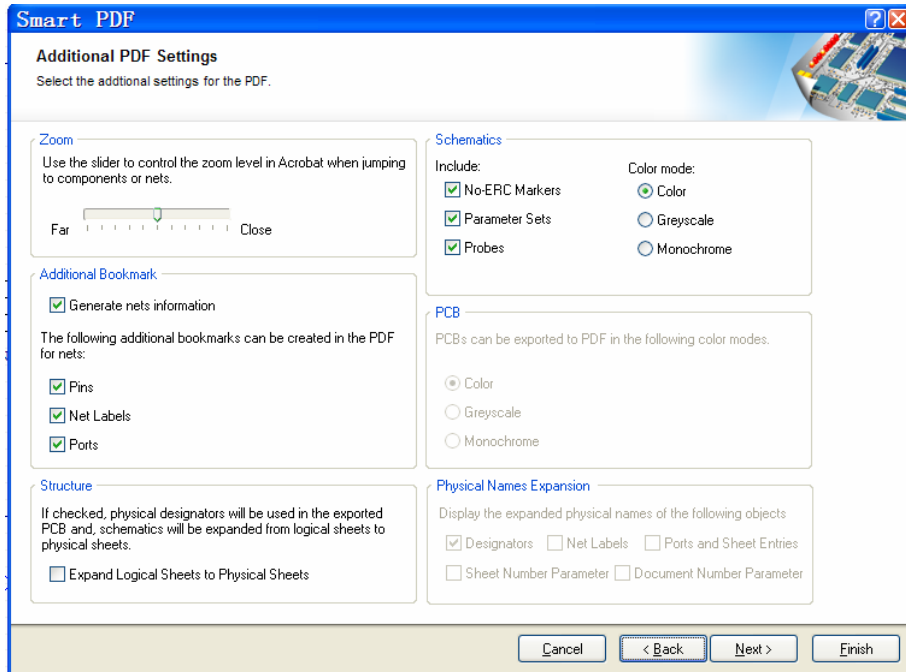

图 1.7 PDF 输出属性框
1.8.1 Smart PDF: 选择菜单 “File\Smart PDF...”, 进入 PDF 制作向导,对相应选项进行配置,(图 1.7)就可以输出精美高效的 PDF 文档了.